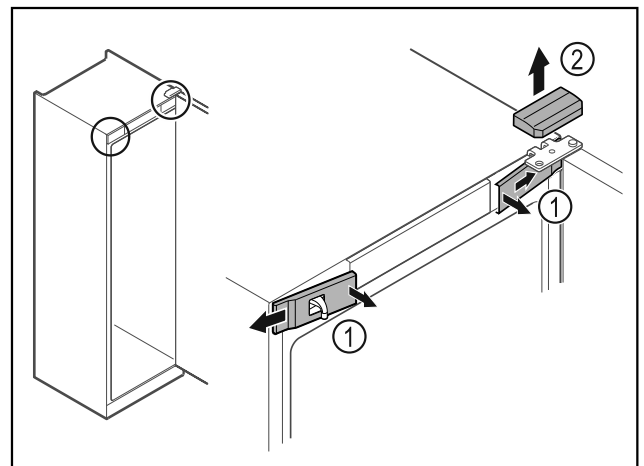

Fig. 10
- ▶ Передние крышки Fig. 10 (1) освободите от фиксации с внутренней стороны и отведите в сторону.
- ▶ Движением вверх снимите верхнюю крышку Fig. 10 (2).